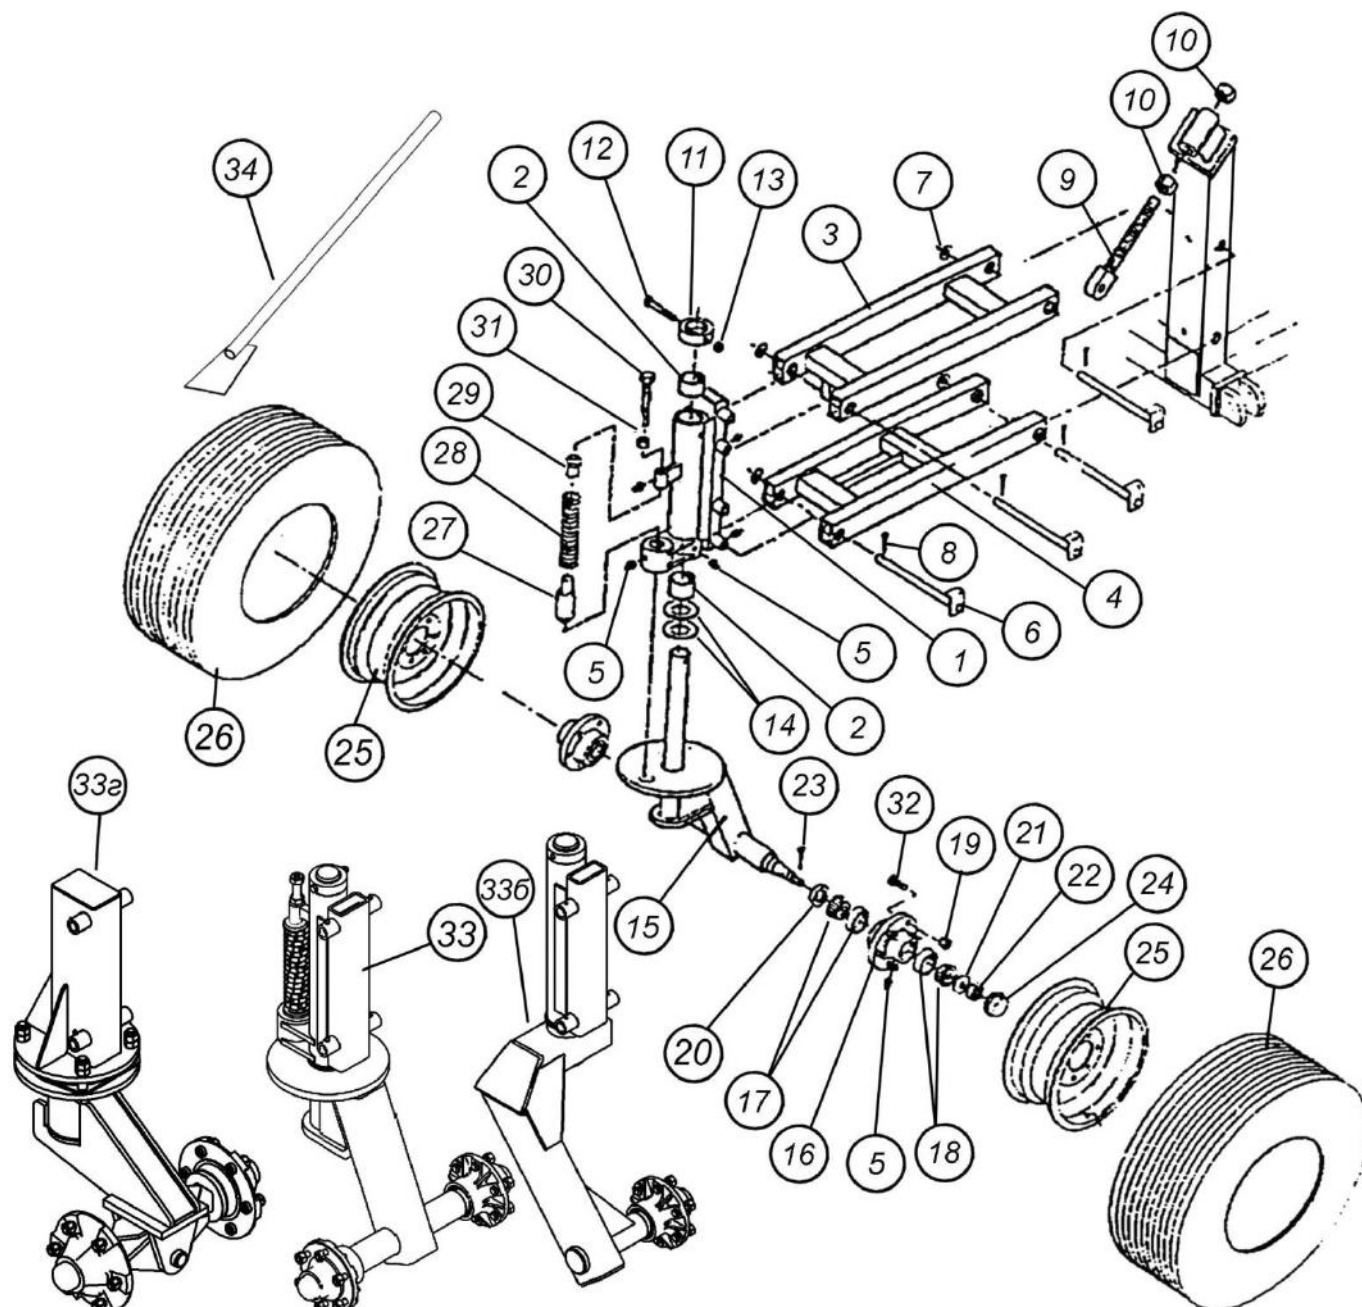

Рис. 7.1.3. Передняя подвеска
7.1.3.1. Узел жёсткого двойного колеса нового образца (передняя стойка) (рис. 7.1.3.1)